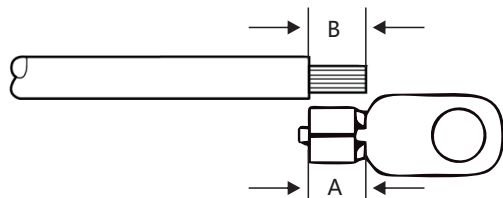

Figure 3.15 Longueur appropriée
3) Dénuder l'isolation du câble de mise à la terre à une longueur appropriée (voir figure 3.15).